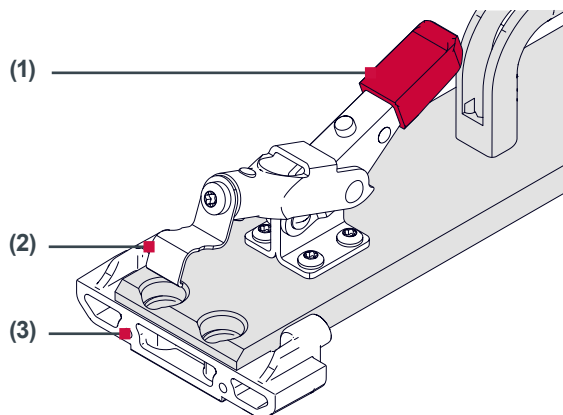

Abb. 16 Befestigung Schlosskonsole
1. Ersten Spannhebel (1) an der Montagehilfe zum Lösen nach oben ziehen und Schlosskonsole (3) wie in Abbildung 16 gezeigt positionieren.
2. Halteblech (2) über die Schlosskonsole führen und Spannhebel (1) schließen.